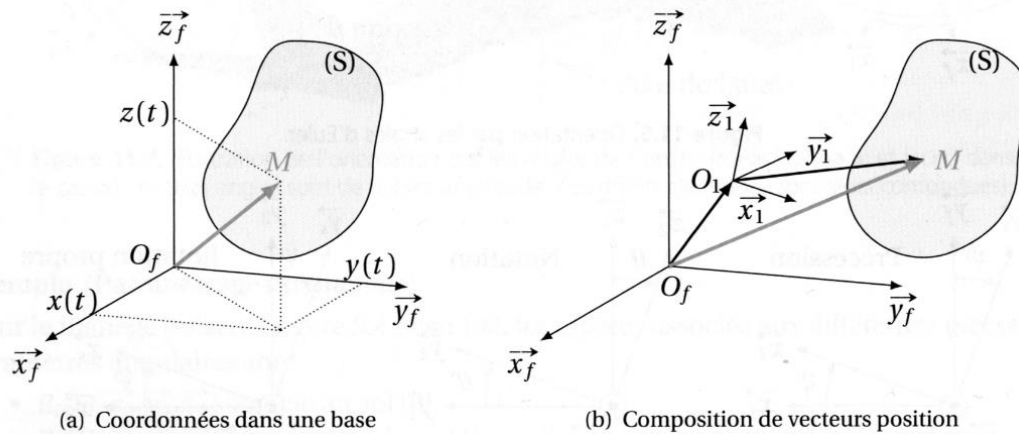

Figure 3 : Position d'un solide par rapport à un référentiel.
- Associer un repère R_s à chaque solide (S) en tenant compte de la géométrie afin de simplifier la définition des points particuliers du mécanisme ;
- Décrire la position des points remarquables du solide (S) par rapport à un repère R_s ;
- Définir les paramètres de position d'un point du solide (S), en général l'origine du repère associé R_s , par rapport au repère R_f ;
La position d'un point M d'un solide (S) par rapport à un repère R_f est repérée par trois paramètres indépendants qui définissent le vecteur position \overrightarrow{OM} du point M du solide (S) par rapport au repère R_f , par exemple sous la forme $\overrightarrow{OM} = x \cdot \vec{x} + y \cdot \vec{y} + z \cdot \vec{z}$. Il est très rare, en Sciences Industrielles de l'Ingénieur, d'utiliser ces projections : en effet, dans les applications abordées, les solides sont en contact les uns avec les autres par des liaisons et il est alors possible de définir le vecteur \overrightarrow{OM} en utilisant les repères associés aux solides intermédiaires, par exemple sous la forme $\overrightarrow{O_f M} = \overrightarrow{O_f O_1} + \overrightarrow{O_1 M}$ (Figure 3).